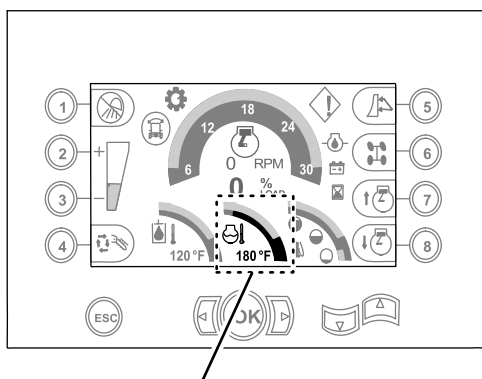

Figura 103
- C. Fate girare il motore per 5 minuti o fino a che la temperatura del refrigerante nel display del centro di comando indica 82°C, quindi arrestate il motore (Figura 103).